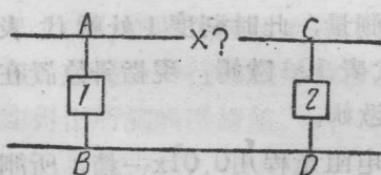

图9 测量AC间是否断线，应用低
(2) 在利用电阻测量作线路检查时，一定要选择适当的一档，不然很容易得出错误结论；如图9，